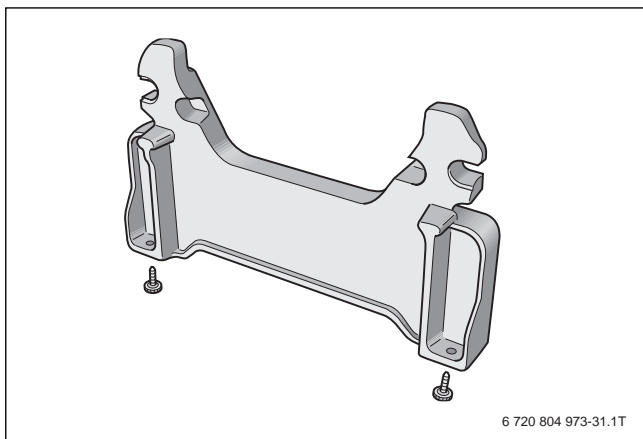

Рис. 15 Установка опорных ножек в цоколь (высота 140 мм)
- ▶ Наклоните котёл, используя специальную тележку (→ рис. 15, стр. 15).